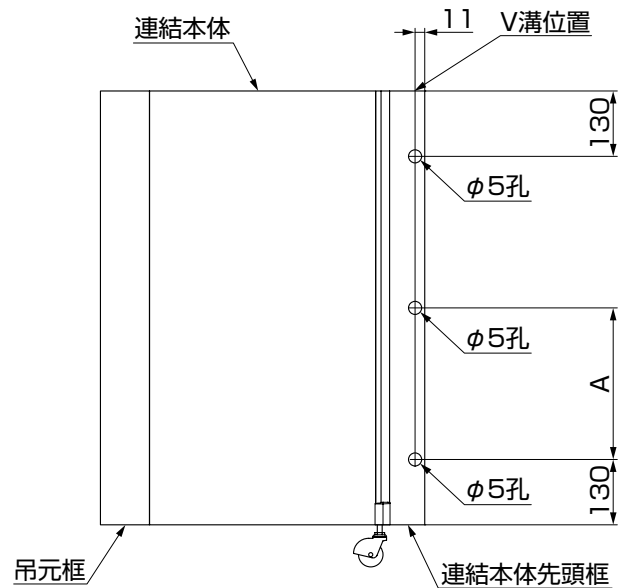

図5-3 対対象象
①連結本体側の連結本体先頭框に、下孔加工をしてください。(図5-3、表5-1参照)